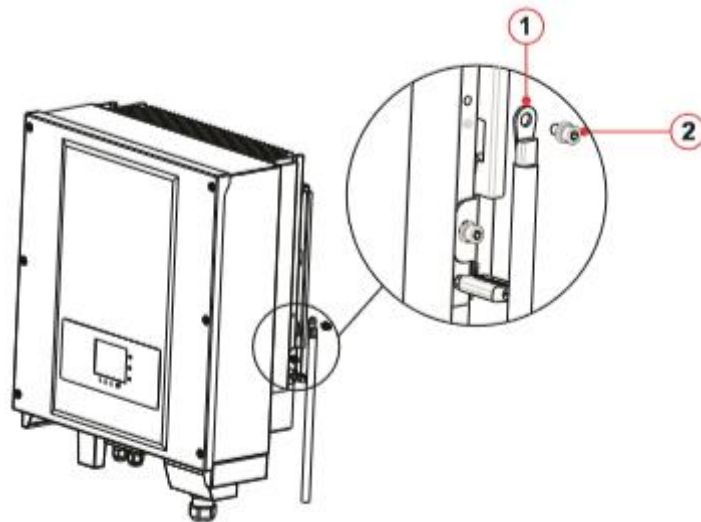

Рис. 18 – Підключення терміналу заземлення
- 1) Очистіть необхідну довжину зовнішнього шару ізоляції, використовуючи кабельний стріпер, як показано на Рис.18.